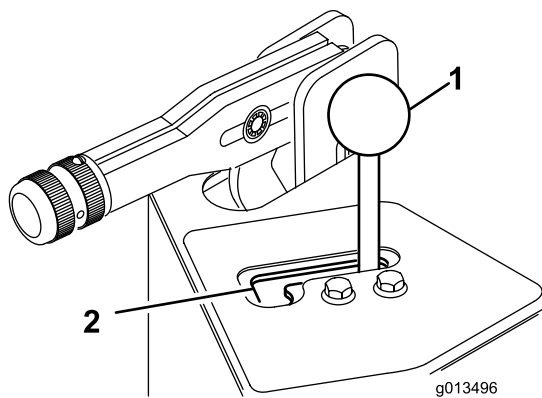

Bild 27
3. Lösen Sie die Kopfschrauben und Sicherungsmuttern, mit denen die Hebelführung (Bild 27) an der Ventilhaube befestigt ist.